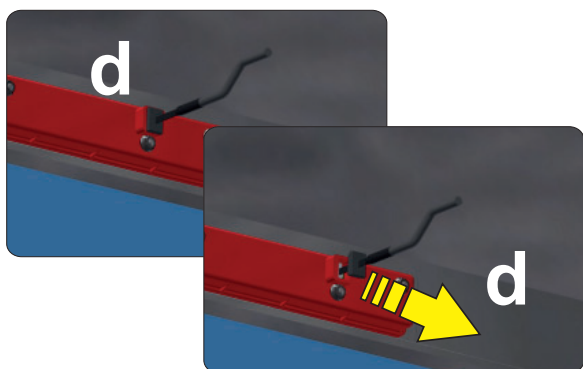

рис. 21
- Снимите резиновый колпачок с внутренней защитной коробки дисплея (положение **d** - см. **рис. 21**).